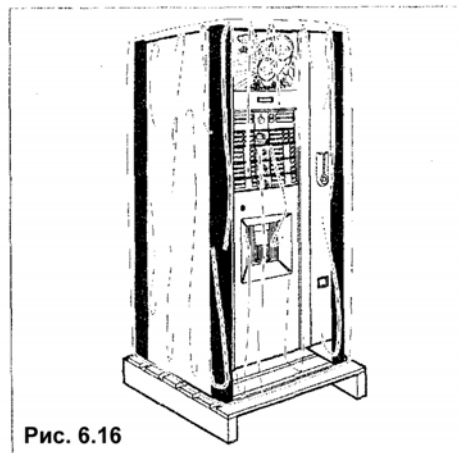

Рис. 6.16
- Защитить автомат снаружи, обернув его пластиковой пленкой или мешком (рис. 6.16).